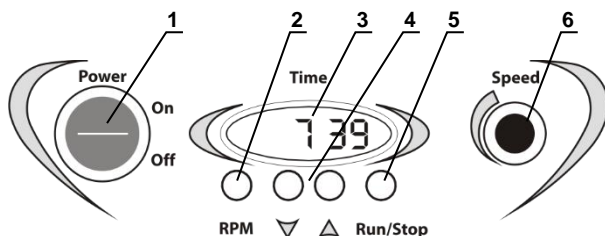

Рис. 1. MR-1, панель управления
- 5.1.1. Подключите блок питания к сетевой розетке с заземлением. Переведите переключатель питания **Power** (рис. 1/1) в положение **ON** (включено). Включится дисплей (рис. 1/3).
- 5.1.3. **Установка времени.** С помощью кнопок ▲ и ▼ (рис. 1/4) установите необходимый интервал времени в часах и минутах (шаг 1 мин.), руководствуясь показаниями дисплея (рис. 1/3). Если нажать и держать кнопку, скорость смены значений увеличивается.
- 5.1.4. **Установка скорости.** С помощью рукоятки регулировки скорости (рис. 1/6) установите необходимую скорость перемешивания. Во время поворота рукоятки и при нажатии кнопки **RPM** (рис. 1/2) на дисплее (рис. 1/3) показывается скорость, в 1 мин-1 (RPM или раз в минуту).
- 5.1.5. Нажмите кнопку **Run/Stop** (рис. 1/5). Начнётся движение платформы и отсчёт установленного интервала времени, при интервале более часа – в часах и минутах, при интервале меньше часа – в минутах и секундах. Во время работы можно менять скорость, но не время.